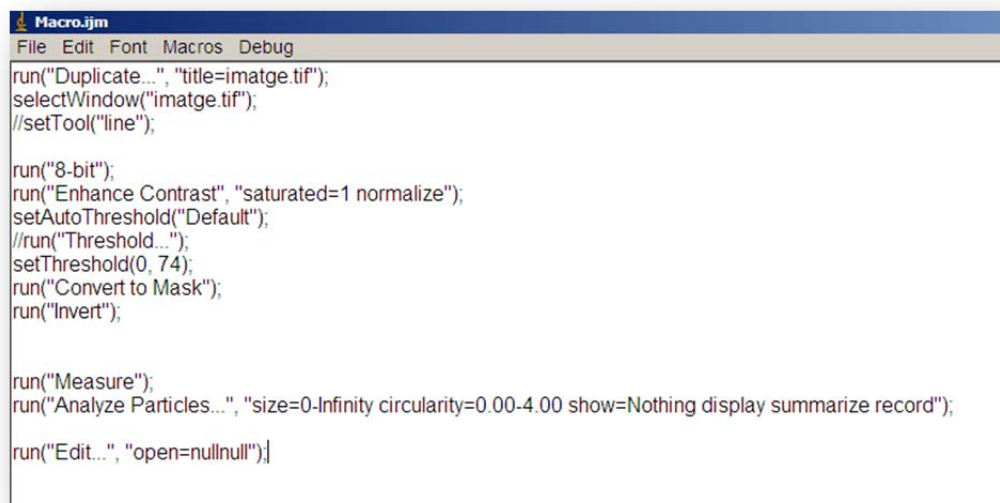

Figura 1 Macro creada para el tratamiento de los papeles hidrosensibles
2. Abrir el documento "macro.ijm" (Figura 1)